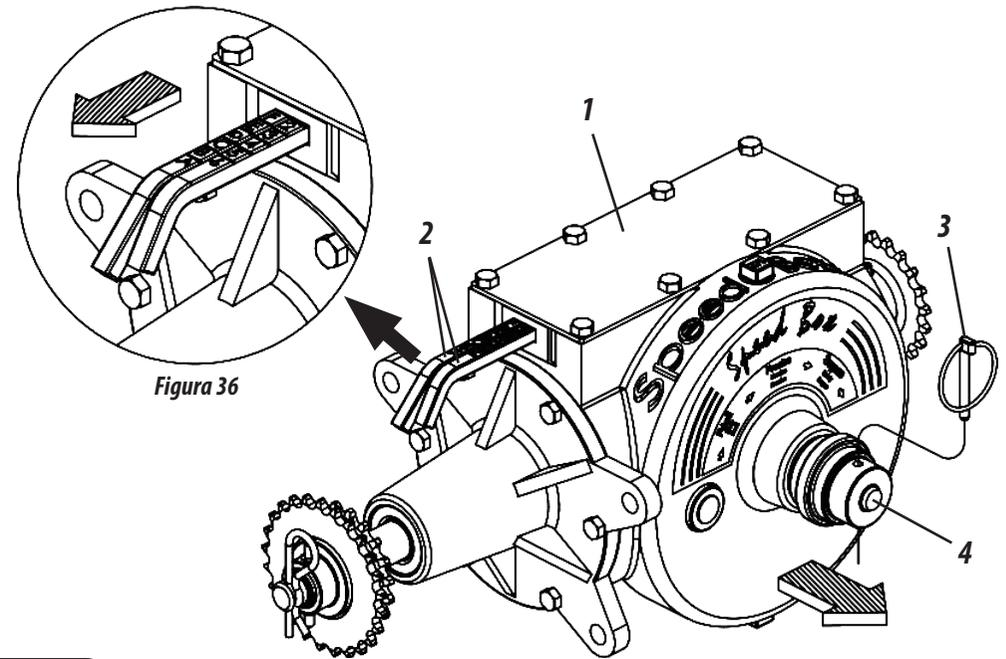

Figura 36
SPEED BOX (FIGURA 36)
- 1- Seleccione la cantidad deseada en las tablas y verifique la combinación correspondiente en las palancas (2). **Ejemplo:** La posición **F2** en la tabla, indica que la palanca con letras debe estar en la posición "F" y la palanca con números debe estar en la posición "2", como se muestran en la figura 36.
- 2- Para mover las palancas, retire el bloqueo (3), tire de la manija (4), luego ajuste las palancas según el ejemplo anterior. Cuando se complete la combinación, regrese la manija (4) y reemplace el bloqueo (3).